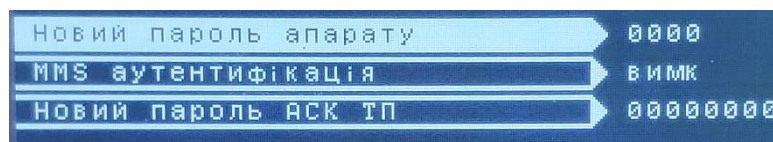

Рисунок 17 – Підрозділ «Зміна пароля»
2.2. «Зміна пароля» - підрозділ призначений для зміни раніше встановленого пароля (див. рисунок 17).